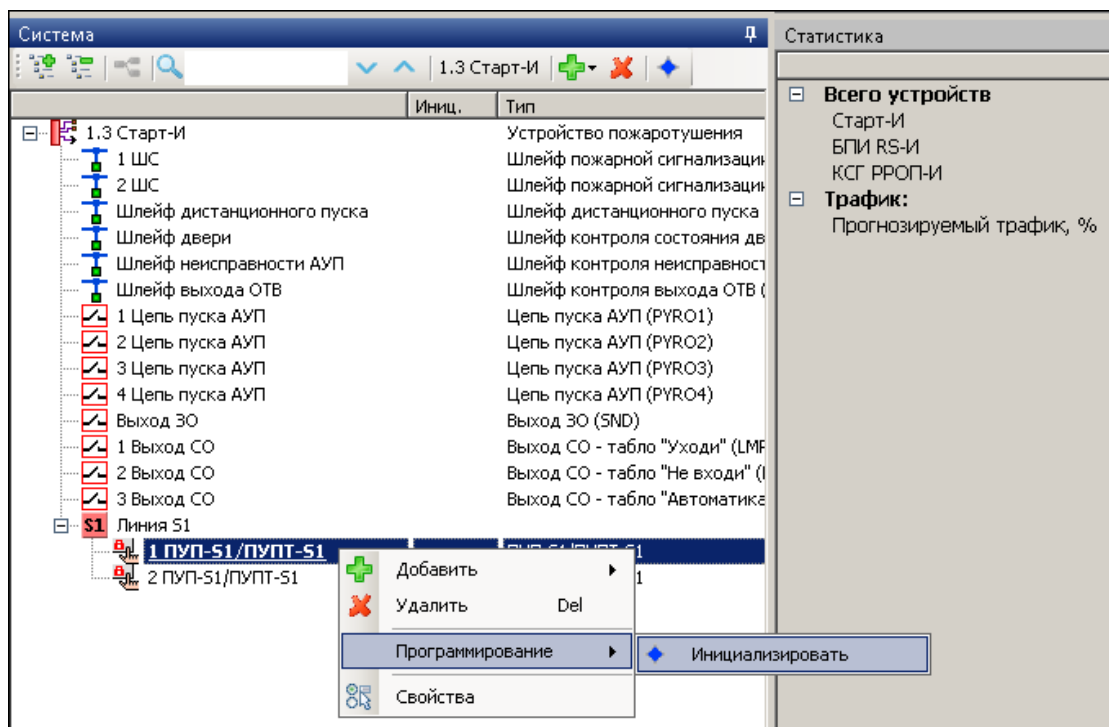

Рис. 10
- 1) Перейти на вкладку "Устройства", выделить Старт-И в дереве устройств, в окне "Система" нажать правой кнопкой мыши на пульт, требующий инициализации, выбрать пункт "Программирование", затем "Инициализировать" (рис. 10). *Примечание: при программировании автономного Старт-И добавленные пульта отображаются в дереве Старт-И на вкладке "Устройства".*